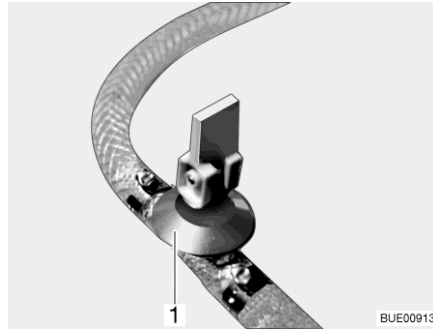
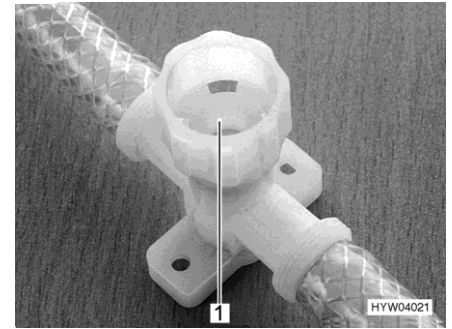

Bild 256 Avtappningskran (med vipparm)
Bild 257 Avtappningskran (med vred)
- Öppna alla avtappningskranar. Ställ för detta avtappningskranens vipparm (Bild 256,1) lodrätt eller vrid avtappningskranens kran (Bild 257,1) moturs.